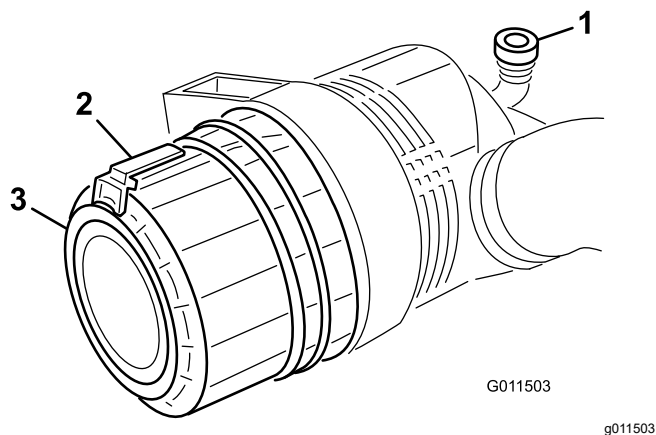

Figure 53
1. Tirez le verrou vers l'extérieur et tournez le couvercle du filtre à air dans le sens antihoraire (Figure 53).